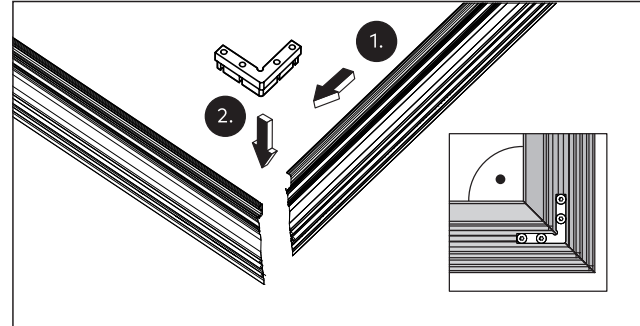

Abb. 26 Die Winkel in das Grundprofil für die Zarge setzen
1. Das Grundprofil für die Zarge im 90°-Winkel für die Vormontage bereitlegen (Abb. 26).